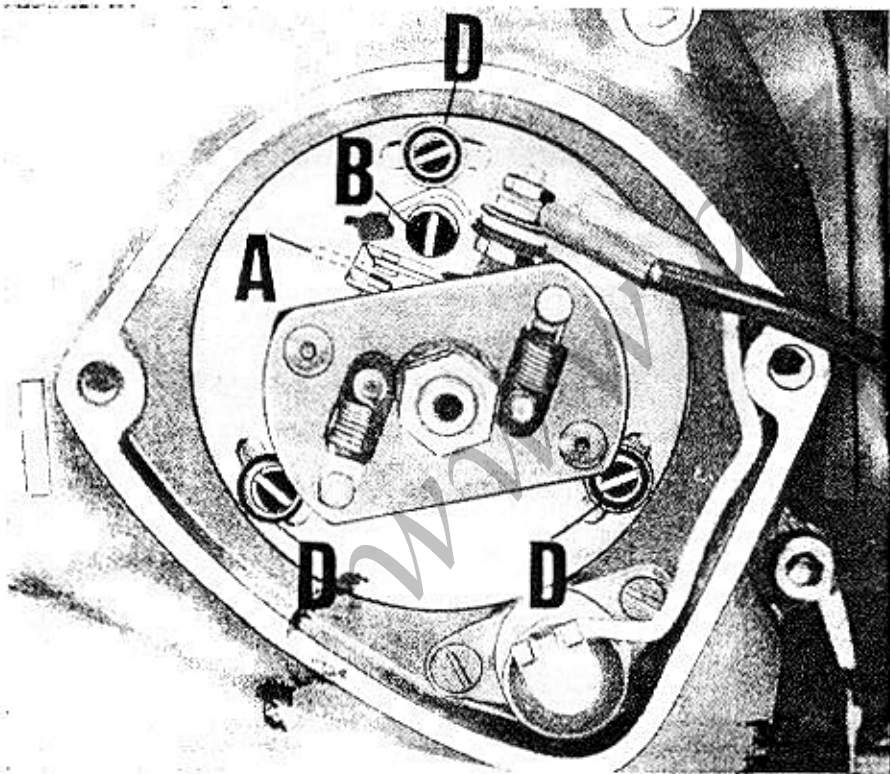

Fig. 18
(vedere fig. 18)
- Verificare l'apertura dei contatti del ruttore (A di fig. 18) deve essere di $\text{mm } 0,42 \div 0,48$.
Quando i contatti del ruttore iniziano l'apertura la lampada si accende, se i contatti si aprono prima o dopo il punto stabilito occorre allentare le viti (D di fig. 18), che bloccano il ruttore sul coperchio trasmissione, indi ruotare il ruttore a destra o a sinistra affinché i contatti iniziano l'apertura esattamente al punto stabilito.